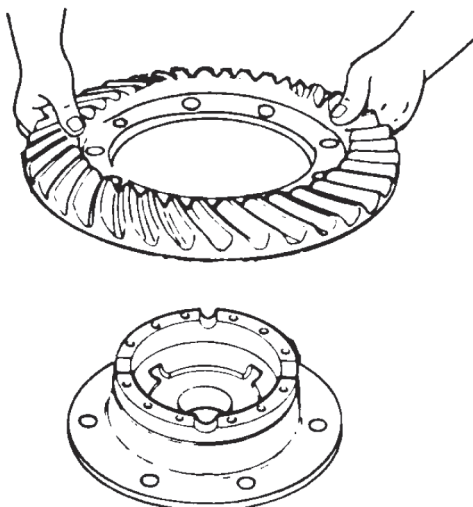

Figura 76
- C- Instale la corona en la caja de los satélites media brida. Si la corona no se asienta satisfactoriamente, repita el paso 2 (figura 76).